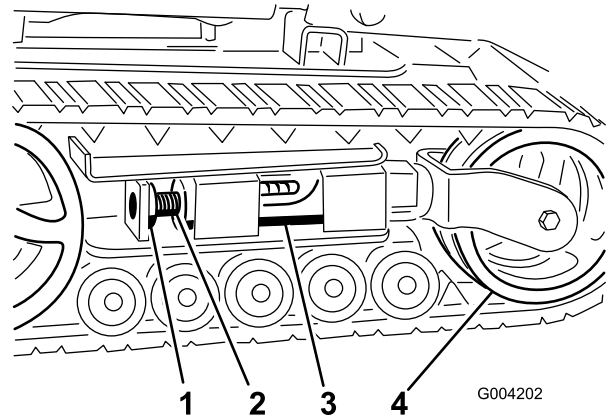
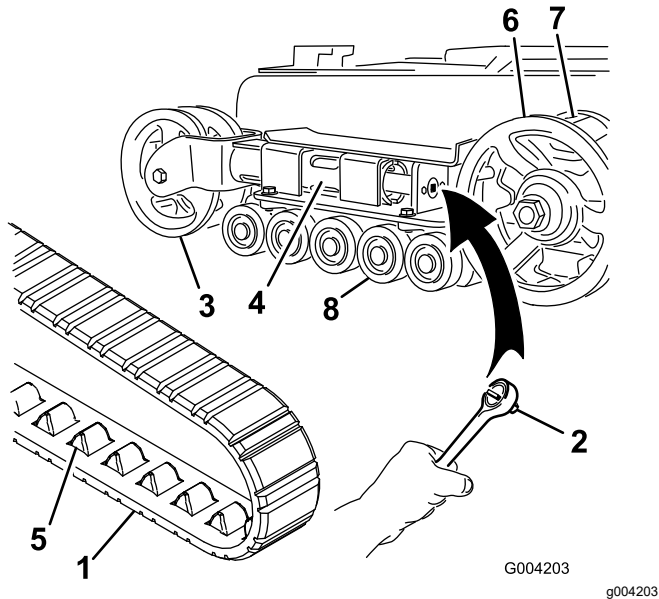
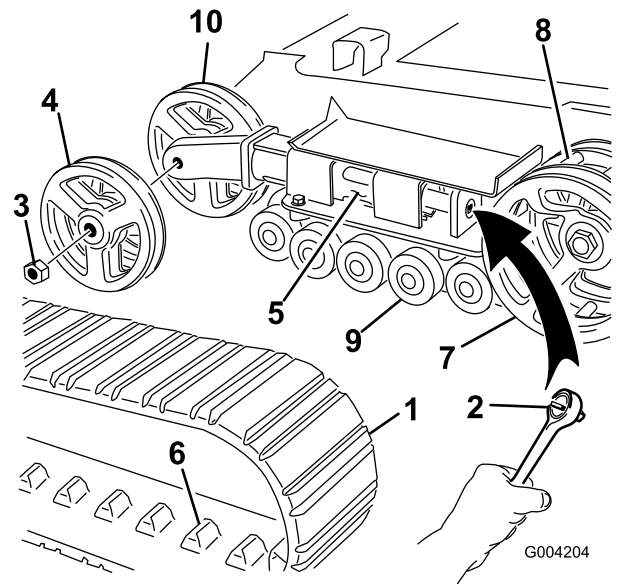

图 47
图 48
图 49
4. 拆下锁定螺栓和螺母图 47。
6. 将张紧螺丝中最近的槽口对准锁定螺栓孔然后用锁定螺栓和螺母固定螺丝图 47。
**注意** 如果前张紧轮安装在张紧管末端的叉子内则为窄履带图 48。
4. 拆下锁定螺栓额螺母图 47。
5. 使用 1/2 英寸驱动棘轮顺时针旋转张紧螺丝释放驱动张力图 47和图 48。
6. 将张紧轮推向装置后部以便移动张紧管使其抵靠框架图 48。
8. 履带离开张紧轮后将其从驱动链轮和车轮上卸下图 48。
9. 从驱动链轮开始将新履带缠绕在链轮上确保履带上的凸耳卡在链轮上的齿之间图 48。
10. 将履带推入车轮下方两个车轮之间图 48。
**注意** 如果前张紧轮安装在张紧管末端侧面则为宽履带图 49。
5. 使用 1/2 英寸驱动棘轮顺时针旋转张紧螺丝释放驱动张力图 47和图 49。
6. 将张紧轮推向装置后部以便移动张紧管使其抵靠框架图 49。
7. 拆下固定外张紧轮的螺母然后拆下车轮图 49。
8. 拆下履带图 49。
9. 拆下固定内张紧轮的螺母然后拆下车轮图 49。
13. 安装内张紧轮使用之前拆下的螺母进行固定图 49。
15. 安装新履带确保履带中的凸耳卡在驱动链轮中间的齿之间图 49。
16. 安装外张紧轮使用之前拆下的螺母进行固定图 49。
6. 将涂有润滑脂的车轮盖放在螺栓头上图 48。
7. 用卡环固定车轮盖图 48。